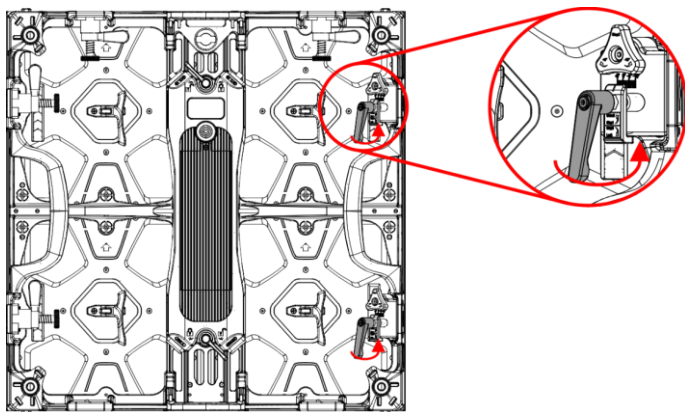

Fig. 51
- 01) Gire la **manivela de bloqueo** vertical superior (**09**) 360° en sentido antihorario para desbloquear el mecanismo de inclinación como se muestra en la Fig. 51.